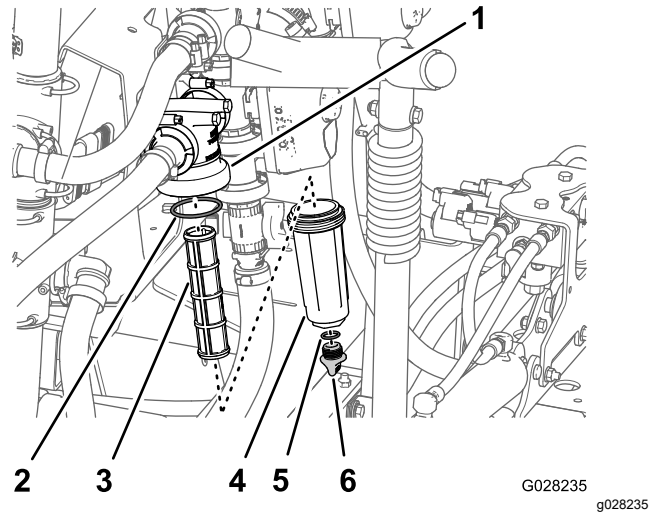

Рисунок 105
2. Поместите сливной поддон под фильтр линии нагнетания (Рисунок 105).
3. Поверните маслосливную пробку против часовой стрелки и снимите ее со стакана фильтра линии нагнетания (Рисунок 105).
4. Поверните стакан против часовой стрелки и снимите его с головки фильтра (Рисунок 105).
5. Извлеките старый элемент фильтра линии нагнетания (Рисунок 105).
6. Проверьте уплотнительное кольцо сливной пробки (расположенное внутри стакана) и уплотнительное кольцо стакана (расположенное внутри головки фильтра) на повреждения и износ (Рисунок 105).
7. Вставьте новый элемент фильтра линии нагнетания в головку фильтра (Рисунок 105).
8. Установите стакан на головку фильтра и затяните вручную (Рисунок 105).
- Установите пробку в стакан и затяните ее от руки (Рисунок 105).